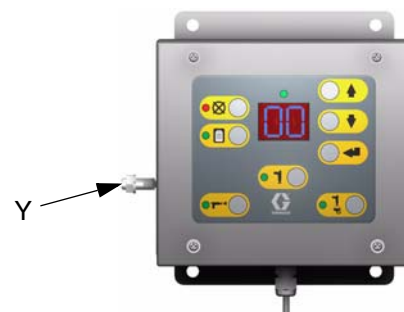

FIG. 24
Collegare il filo di terra dal morsetto di terra della stazione operativa (Y) a una messa a terra efficace. FIG. 24.